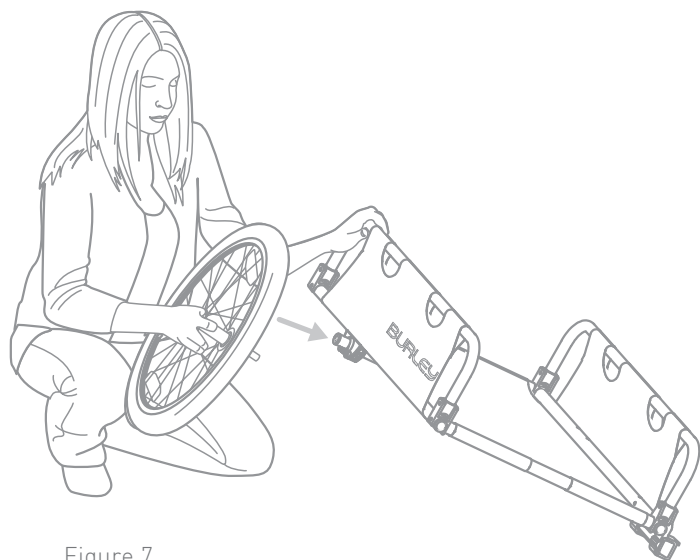

Figure 7
2. Insert wheel axle into axle receiver, and then release the button. Pull firmly on wheel to confirm the axle is fully engaged. (Figure 7)
2. Insérez l'axe de roue dans le récepteur d'axe, puis relâchez le bouton. Tirez fermement sur la roue pour confirmer que l'axe est entièrement engagé. (Figure 7)
2. Schieben Sie die Radachse in die Achsenhalterung und lassen Sie den Knopf anschließend los. Ziehen Sie fest an dem Rad, um sich zu vergewissern, dass die Achse vollständig eingerastet ist. (Abbildung 7)